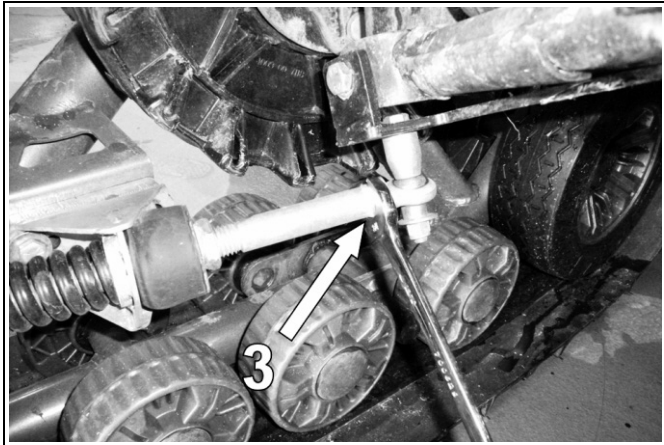

Figura 10
NOTA: in alcuni casi quando la regolazione del dado (1), attraverso la compressione della molla, è vicina all'estremità della barra filettata, allungare la barra sbloccando il controdamo (oggetto 3 nella Figura 10) e svitare la barra per ottenere un massimo di 19 mm. di filettatura visibile. Serrare nuovamente il controdamo.